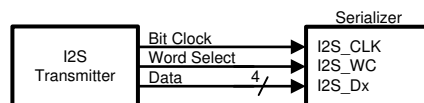
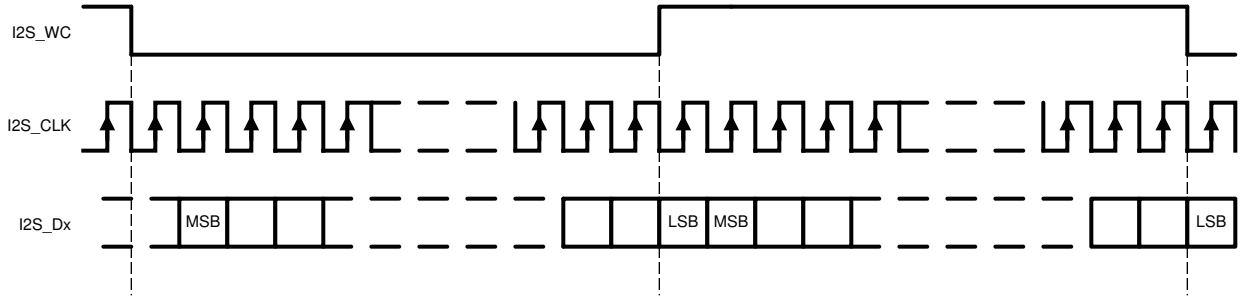

图 8-7. I²S 连接图
图 8-8. I2S 帧时序图
DS90UH941AS-Q1 串行器具有六个 I²S 输入引脚，与兼容的解串器配对时，可支持 7.1 高清 (HD) 环绕声音频应用。位时钟 (I2S_CLK) 支持 1MHz 和 CLK/2 或 13MHz 中较低的频率。四个 I²S 数据输入分别传输两个 I²S 格式的数字音频通道，每个通道由字选择 (I2S_WC) 输入描绘。有关 I2S 连接图和时序信息，请参阅图 8-7 和图 8-8。